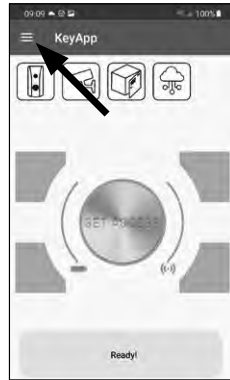

Abb. 87
① Öffnen Sie das Hauptmenü (Abb. 87).